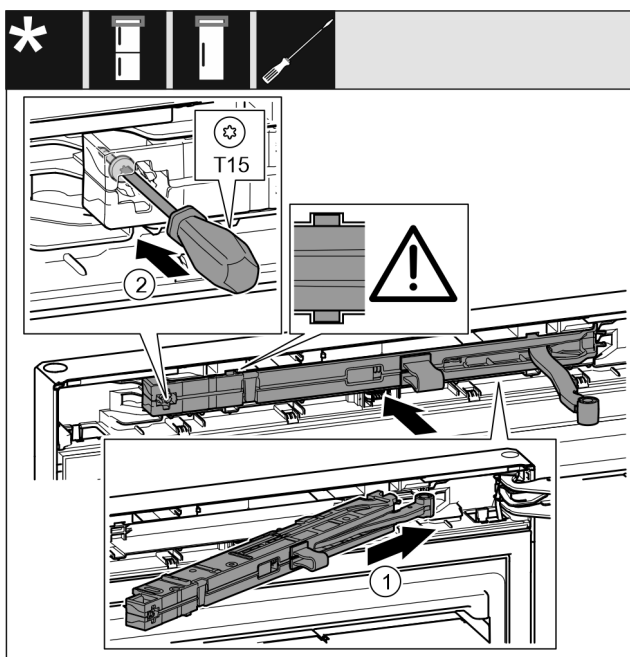

Fig. 49
- ▶ Gurnite jedinicu prigušivača zatvaranja na strani podloška ležaja do graničnika koso u otvor. Fig. 49 (1)
- ▶ Odvijačem T15 čvrsto pritegnite vijak. Fig. 49 (2)